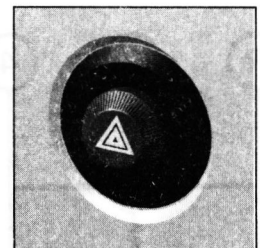

Рис. 1.11. Кнопка выключателя аварийной сигнализации
**8 – выключатель аварийной сигнализации.** При включенном положении в мигающем режиме одновременно горят все шесть ламп указателей поворота и сигнализатор красного цвета внутри кнопки (рис. 1.11) выключателя аварийной сигнализации.